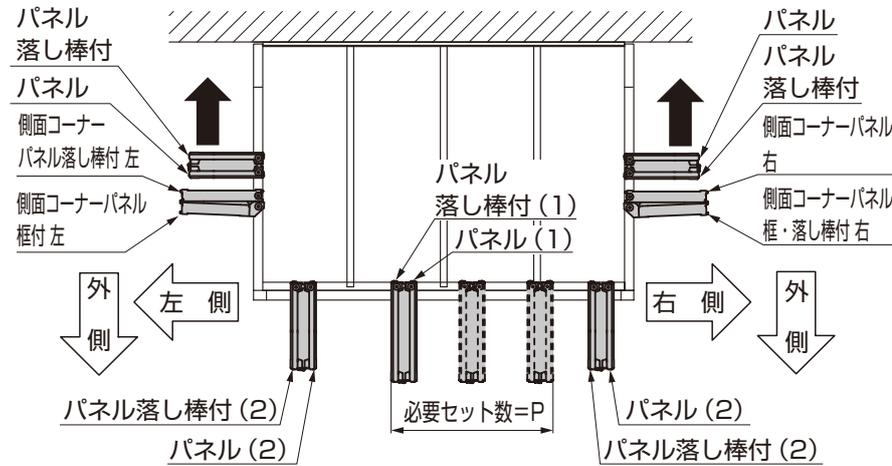

図12-5
- 折戸パネルおよび折戸パネル落とし棒付は図12-5の順番に吊り込んでください。順番を間違えると折戸パネルが正しく機能しません。